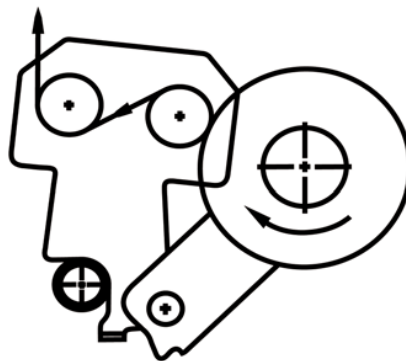

Fig. 38 Diagrama de curso de la película: vista superior
- Tire de la franja de película a través de los rodillos de tensión según el diagrama del pictograma informativo (**fig. 17, fig. 38**).